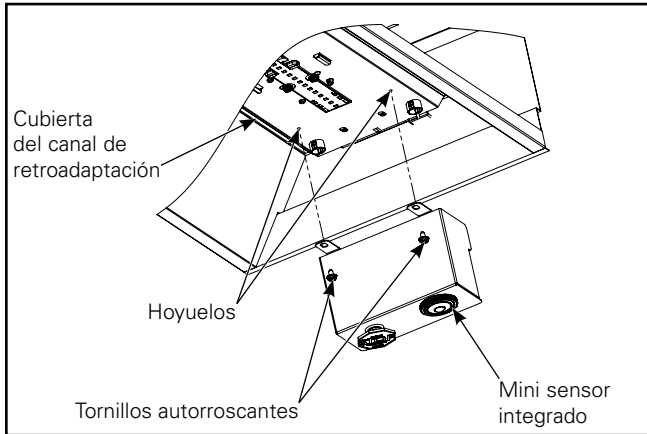

Figura 16.
6. EM y MS: instale soportes de retroadaptación en cada extremo de la luminaria y luego ensamble la cubierta del canal de retroadaptación para retroadaptar los soportes de extremo (vea el paso 2 en la página 7). Acople los conectores en el sensor y/o el interruptor de prueba de EM. Instale el soporte de la placa de acceso con el sensor y/o el interruptor de prueba de EM en la cubierta del canal de retroadaptación utilizando tornillos autorroscantes. Se proporcionan hoyuelos en 2 lugares para guiar la ubicación del tornillo (Figura 16, 18). No dañe ningún cable.